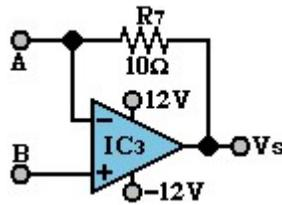

Figura 6.2
- Sin desarmar el circuito anterior, arme el circuito de la figura 6.2 y acóplelo entre los puntos A y B.